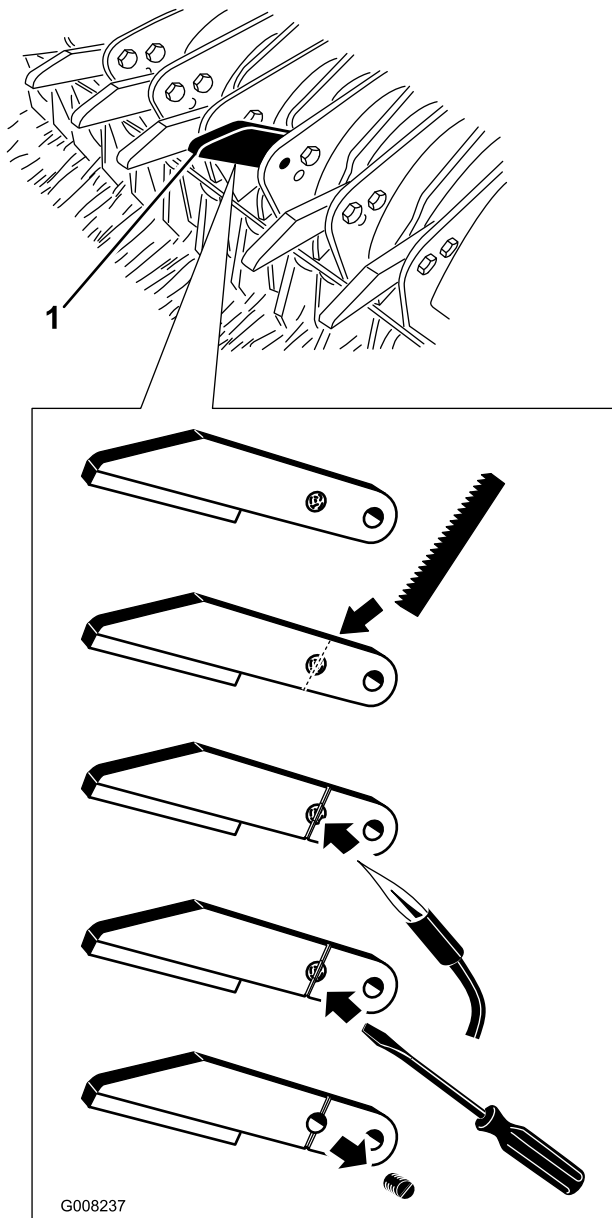

Figura 38
1. Togliete il bullone non tranciato che fissa la punta della trinciatrice alla lama (Figura 38). Togliete la punta della trinciatrice dalla lama.
2. Servendovi di una sega per metalli, tagliate una scanalatura nell'estremità tranciata del bullone e nella punta della tranciatrice (Figura 38). Controllate che la scanalatura sia sufficientemente profonda da poter inserire un cacciavite piatto.
3. Dopo aver completato la scanalatura, riscaldare il bullone tranciato con un cannello per ammorbidire il Loctite (Figura 38).
4. Una volta ammorbidito il Loctite, sfilate il bullone dalla punta della tranciatrice (Figura 38).